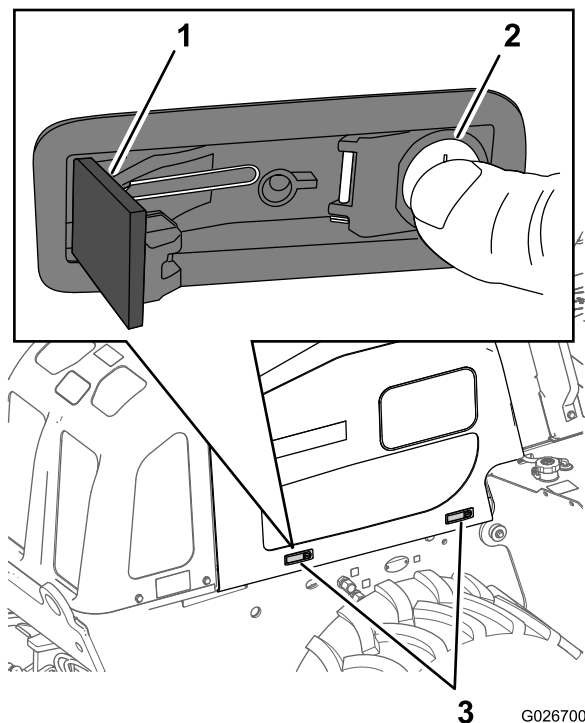

Figura 60
3. Premete la porzione del pulsante di ciascun fermo, la parte del fermo che include il cilindro della serratura (Figura 60).
4. Per innestare il fermo, spingete in dentro la relativa leva (Figura 60).